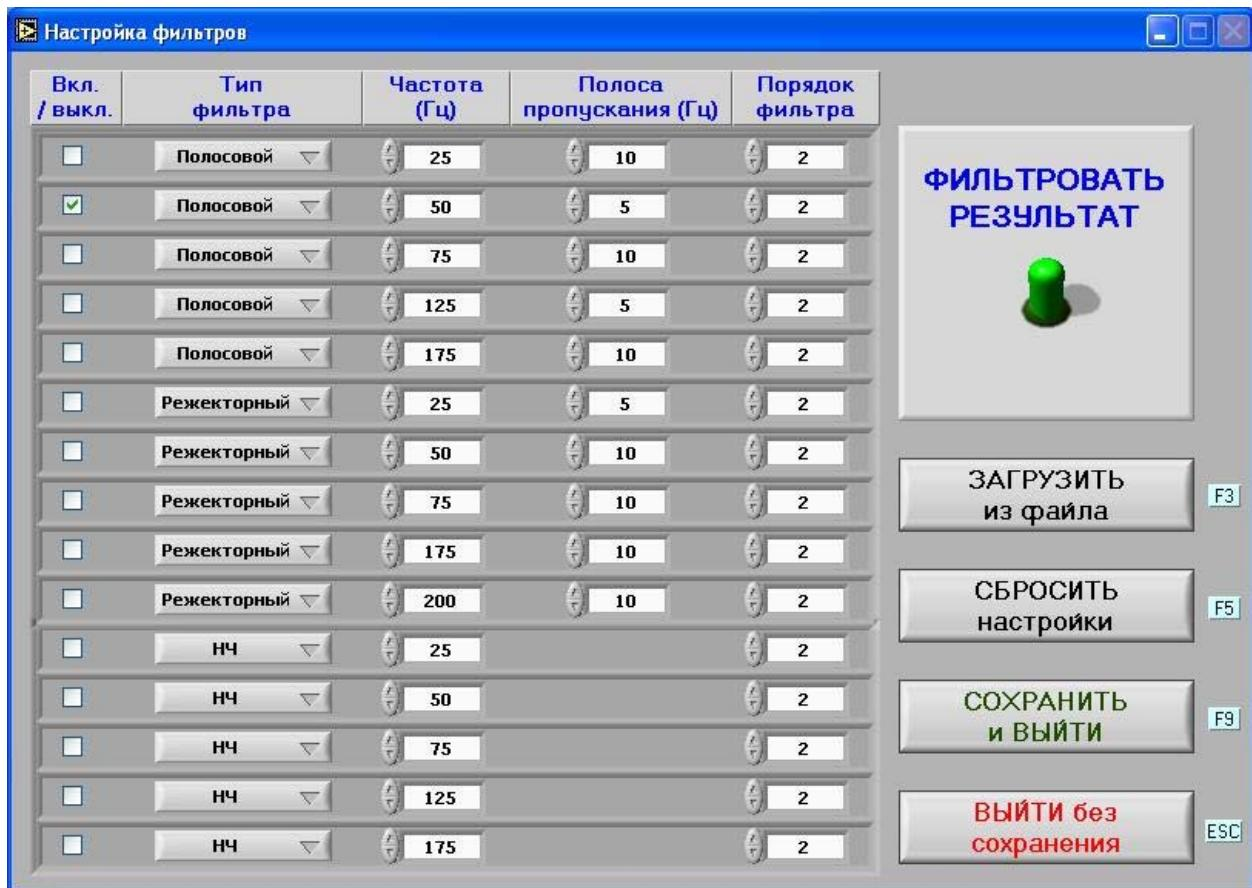

Рис. 5.7. Окно настроек параметров фильтрации сигнала.
**Фильтровать результат** (Ctrl + F) – вызывает подпрограмму для настройки параметров фильтрации измеряемого сигнала (Рис. 5.7).